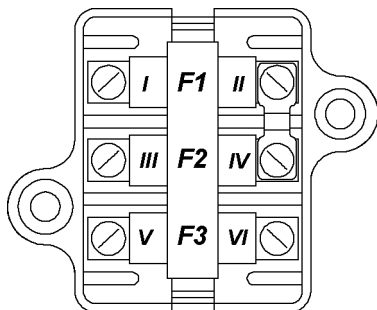

Рис. 9.38 Блок предохранителей F1-F6 -плавкие предохранители (см. таблицу)
Цепи, защищаемые плавкими предохранителями (рис. 9.38) (Евро 3)
**Цепи, защищаемые плавкими предохранителями (рис. 9.38)